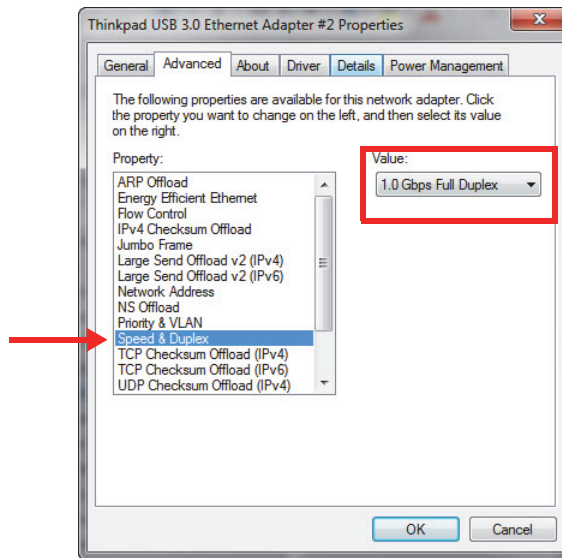

Figure 1-9 Propriété Speed & Duplex
6. Dans l'onglet **Advanced**, sélectionnez **Speed & Duplex**, puis sélectionnez **1.0 Gbps Full Duplex** (Figure 1-9 à la page 33).